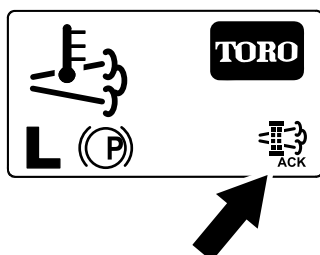

Figure 64
8. L'InfoCenter affiche l'écran d'accueil et l'icône de confirmation de la régénération (Figure 64) apparaît en bas à droite de l'écran pendant le processus de régénération.